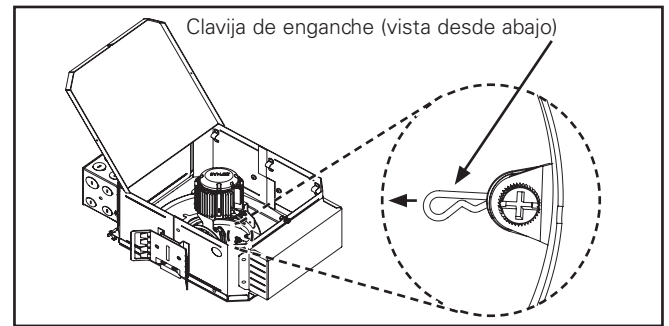

Figura 21.
- Extraiga la clavija de enganche del tornillo de bloqueo de giro (Figura 21.). Utilice un destornillador pequeño de cabeza ranurada o pinzas de punta de aguja. Retenga la clavija de enganche para volver a colocarla.